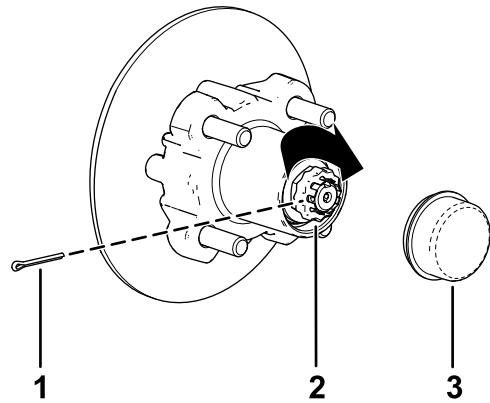

Figure 38
- Placez le frein d'écrou sur l'écrou et vérifiez que la fente du frein d'écrou et le trou dans la fusée sont alignés et permettent d'insérer la goupille fendue (Figure 38).
- Insérez la goupille fendue et repliez chaque jambe autour du frein d'écrou (Figure 38).
- Reposez le couvre-moyeu sur le moyeu (Figure 38).